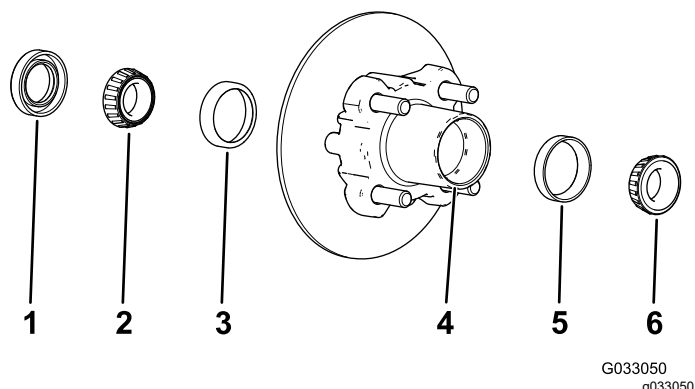

Рисунок 27
1. Снимите наружный подшипник и кольцо подшипника со ступицы (Рисунок 27).
2. Снимите уплотнение и внутренний подшипник со ступицы (Рисунок 27).
5. Очистите полость ступицы от всей консистентной смазки, грязи и мусора (Рисунок 27).
7. Заполните полость ступицы на 50–80% консистентной смазкой указанного типа (Рисунок 27).
8. Установите внутренний подшипник на кольцо с внутренней стороны ступицы и установите уплотнение (Рисунок 27).